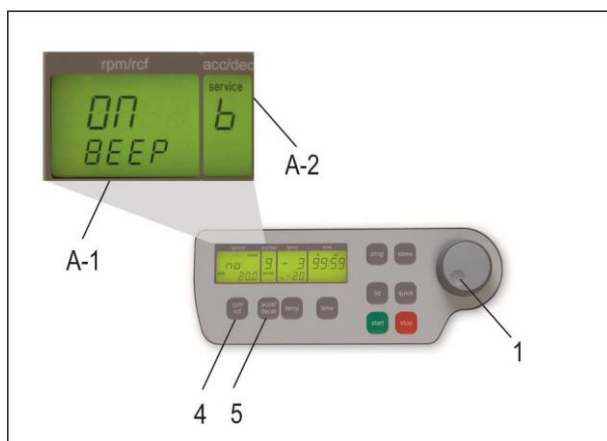

Abbildung 8
Öffnen Sie, wie unter Punkt 1.8.1 beschrieben, das Menü „Grundeinstellungen“. Danach drücken Sie die Taste „accel/decel“ (5). Im Anzeigenfeld „accel/decel“ (A-2) blinkt der Schriftzug „service“. Wählen Sie nun mit dem Einstellregler (1) den Buchstaben „b“. Daraufhin erscheint im Anzeigenfeld „rpm/rcf“ (A-1) der Schriftzug „ON/BEEP“. Nachdem Sie die Taste „rpm/rcf“ (4) gedrückt haben, kann mit dem Einstellregler (1) der Tastenton ein (On) oder ausgeschaltet (Off) werden. (siehe Abbildung 8)